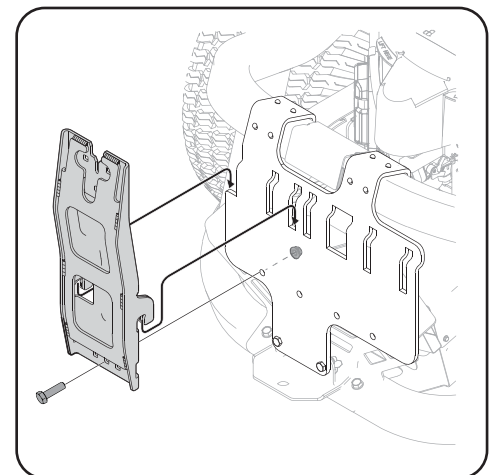

Figura 4-6
2. Instale la ménsula de soporte vertical en el conjunto de montaje sobre el tractor enganchándolo encima del conjunto de montaje tal como se muestra en la Figura 4-6.
3. Fije la ménsula de soporte vertical a la unidad de montaje con un perno hexagonal (710-0376) y una tuerca de seguridad de brida (712-04063) que viene con el paquete de herrajes 689-01419. Consulte la Figura 4-6.